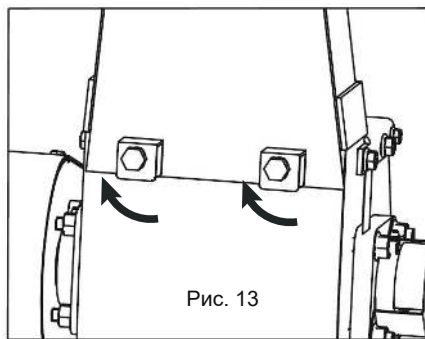

Рис. 13
3. Надежно затяните два болта гаечным ключом на 13 мм по часовой стрелке (рис. 13).